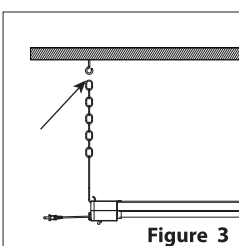

Figure 3
3. Install lamp to ceiling by hanging the chain to pre-mounted screw-hooks on ceiling (See Figure 3).
3. Accrochez la lampe avec les deux chaînes sur les crochets à vis préparés (voir Figure 3).